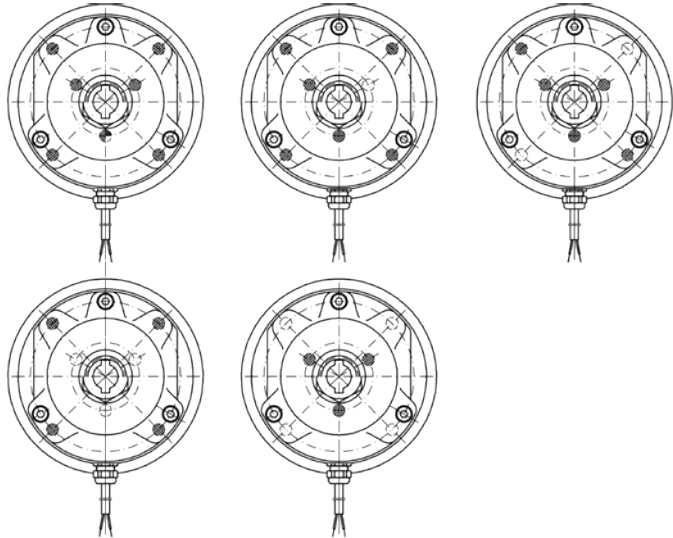
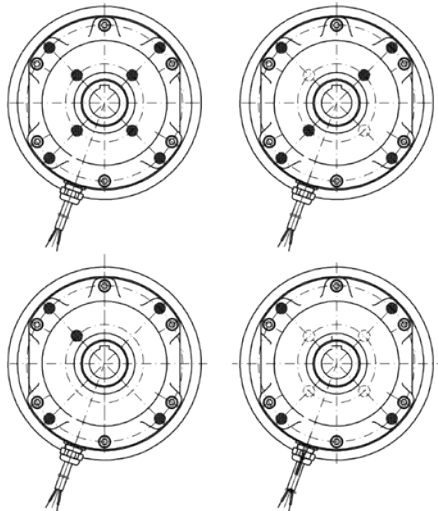

图7.1 弹簧定位 - ES (X) 010A... ES (X) 200A型制动器
图7.2 弹簧定位 - ES (X) 250A型制动器
通过改变磁铁壳（1）中的弹簧布置（见图7.1）可达到不同的制动转矩（见“制动器技术数据”）。
- 拆下弹簧 (3)。
- 塞入新的弹簧组 - 定位见图7.1和图7.2。